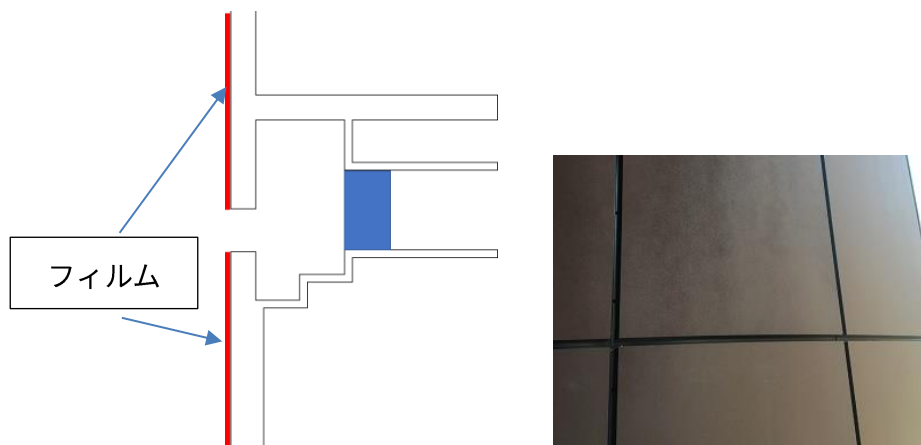

図 3.6.3 カットパネルの納め方例（左：模式図、右：参考写真）
- ・ カットパネルは端部の面でカットするため、端部研磨とプライマー塗布のみの施工で問題ありません。必要に応じてパネル小口をタッチアップ塗装してください。納め方の例は図 3.6.3 をご参照ください。